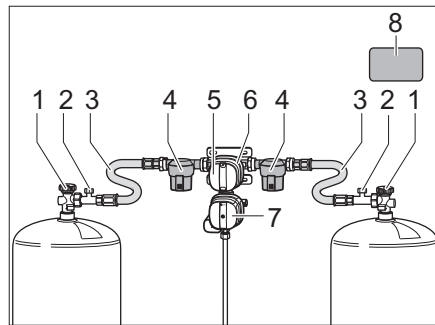
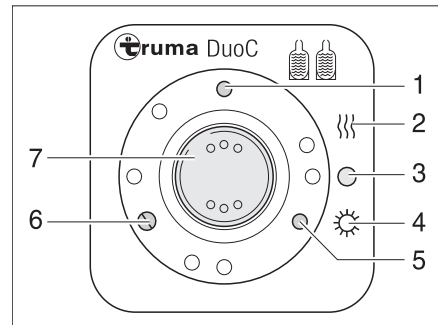
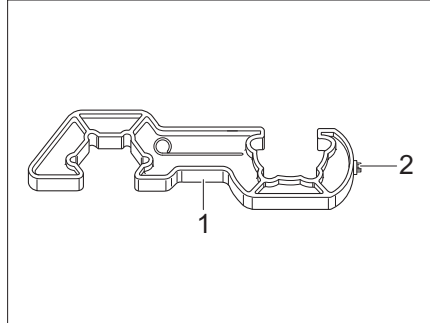
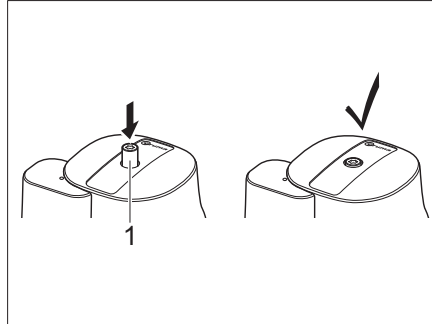

Bild 81 DuoControl-Umschaltanlage
Bild 82 Bedieneinheit
Bild 84 Schraubhilfe
Bild 85 Crashsensor
Die DuoControl-Umschaltanlage besteht aus einem Umschaltventil (Bild 81,6) und der Bedieneinheit (Bild 82). Das Umschaltventil ist zwischen den Hochdruckschläuchen (Bild 81,3) montiert. Mit dem Drehknopf (Bild 81,5) am Umschaltventil kann bestimmt werden, welche der Gasflaschen als Betriebsflasche und welche Gasflasche als Reserveflasche verwendet wird.
Das Umschaltventil (Bild 81,6) ist mit der Regler-Enteisungsanlage EisEx ausgestattet. So werden Störungen der Gasanlage im Winter vermieden.
Vor dem Umschaltventil befinden sich auf jeder Seite ein Gasfilter (Bild 81,4), der die Gasanlage vor Verölung und Verunreinigungen schützt.
An der Bedieneinheit (Bild 82) können nur die elektrischen Funktionen geschaltet werden. Die Haupt-Absperrventile (Bild 81,1) der Gasflaschen müssen von Hand geöffnet werden.
Das Umschaltventil gewährleistet einen konstanten Gasdruck, unabhängig davon, welche Gasflasche Gas liefert. Die zwei Kontroll-Leuchten an der Bedieneinheit zeigen den Füllstand der Betriebsflasche an. Wenn die grüne Kontroll-Leuchte (Bild 82,6) leuchtet, ist die Betriebsflasche voll. Wenn die rote Kontroll-Leuchte (Bild 82,5) leuchtet, ist die Betriebsflasche leer. Die Gasversorgung erfolgt dann über die Reserveflasche.
- Die Haupt-Absperrventile (Bild 81,1) an den Gasflaschen öffnen.
- Mit dem Drehknopf (Bild 81,5) am Umschaltventil (Bild 81,6) die Gasflasche wählen, der vorrangig das Gas entnommen werden soll (Betriebsflasche). Den Drehknopf immer bis zum Anschlag drehen.
- Den Wippschalter (Bild 82,7) auf "O" (Bild 82,3) stellen. Die gelbe Kontroll-Leuchte (Bild 82,1) erlischt.
- Die Haupt-Absperrventile (Bild 81,1) an den Gasflaschen schließen.
Die Kontroll-Leuchten an der Bedieneinheit (Bild 82,5 und 6) signalisieren im Fahrzeuginneren, ob die Betriebsflasche betriebsbereit ist.
Wenn die grüne Kontroll-Leuchte (Bild 82,6) während des Betriebs erlischt und die rote Kontroll-Leuchte (Bild 82,5) aufleuchtet, ist die als Betriebsflasche gewählte Gasflasche leer und muss gewechselt werden. Die Reserveflasche versorgt die Gasverbraucher weiterhin mit Gas.
- ▶ Zum An- und Abschrauben der Hochdruckschläuche die beiliegende Schraubhilfe (Bild 84,1) verwenden. Sie gewährleistet das nötige Anzugsmoment und verhindert Beschädigungen an der Verschraubung durch falsches Werkzeug.
- Das Haupt-Absperrventil (Bild 81,1) an der leeren Gasflasche schließen.
- Den Hochdruckschlauch (Bild 81,3) mit der Schraubhilfe (Bild 84) von der Gasflasche abschrauben.
- Die volle Gasflasche an den Hochdruckschlauch (Bild 81,3) anschließen.
- Das Haupt-Absperrventil (Bild 81,1) an der Gasflasche öffnen.
- Den Drehknopf (Bild 81,5) am Umschaltventil (Bild 81,6) mit einer halben Umdrehung so einstellen, dass die eben gewechselte Gasflasche als Reserveflasche dient.
- Knopf (Bild 81,2) für die Schlauchbruchsicherung am Hochdruckschlauch drücken, um sie zu aktivieren.
- Ggf. den Rückstellknopf (Bild 85,1) am Crashsensor drücken.
- ▶ Sicherheitsaufkleber (Bild 81,8) im Gaskasten beachten.
- Mit dem Torx T20 (Bild 84,2) an der Schraubhilfe den Entsicherungsknopf (Bild 85,1) eindrücken, leicht im Uhrzeigersinn drehen und 5 Sekunden lang halten.
Der Crashsensor ist betriebsbereit, wenn der Entsicherungsknopf (Bild 85,1) in der versenkten Stellung bleibt.
- Nach dem Wechsel der Gasflasche grünen Knopf (Bild 81,2) am Hochdruckschlauch (Bild 81,3) kräftig drücken.